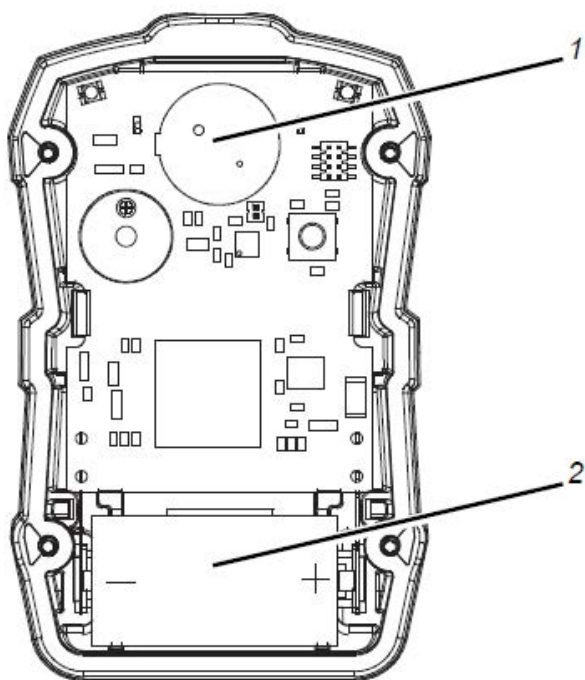

Figura 14 Sustitución del sensor y la pila
2. Quite los cuatro tornillos de la carcasa y retire la carcasa delantera para permitir el acceso al sensor (ubicado cerca de la parte superior del dispositivo, junto a las luces de alarma → Figura 14).